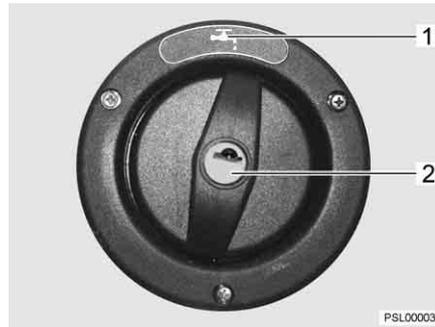

Fig. 40 Tapa de cierre para el tubo de llenado de agua potable
- ▷ El tubo de llenado de agua potable está identificado con el símbolo "☕" (Fig. 40,1).
- Introducir la llave en el cilindro de cierre (Fig. 40,2) y girar en sentido contrario a las agujas del reloj.